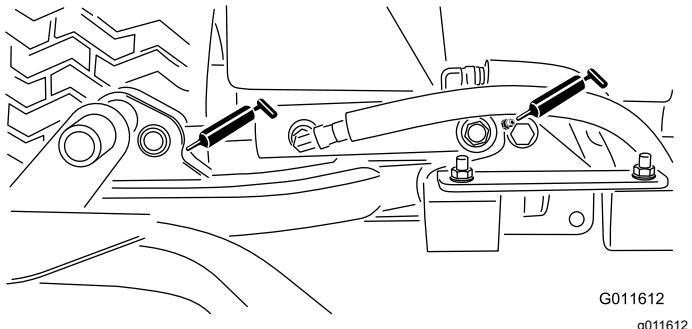

Bild 28
- Hubarmzylinder der Schneideeinheit (2) — Bild 28
- Hubarmgelenke (1) — Bild 28